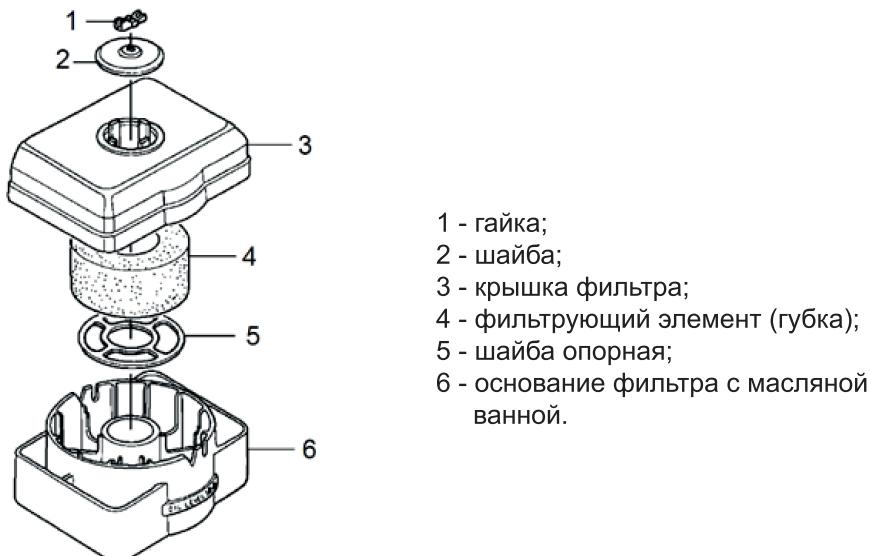

Рис. 22
1. Открутите гайку крышки воздушного фильтра (Рис. 22).